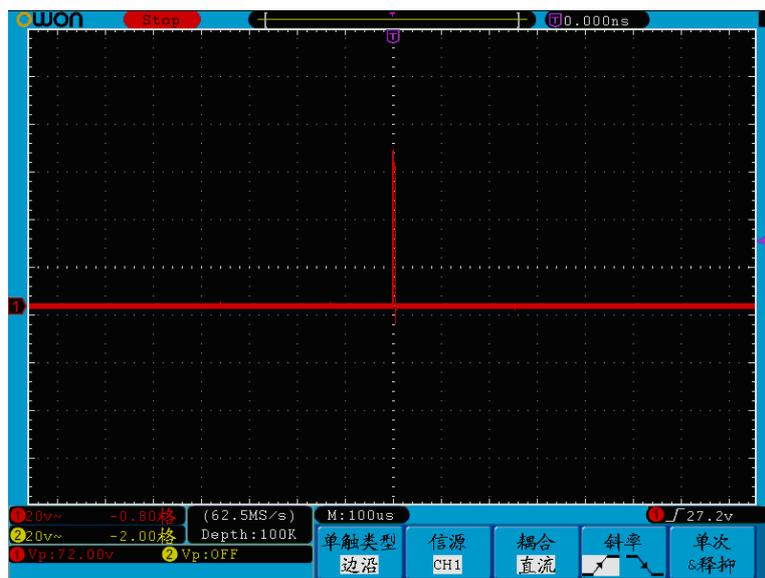

图6-3：捕捉单次信号
- (5) 按 F2 键，选择 峰值检测。
- (6) 按 触发菜单 按键，显示 触发 菜单。
- (7) 按 H1 键，显示 触发类型 菜单。
- (8) 按 F1 键，选择触发类型为 单触。
- (9) 旋转 通用 旋钮，选择触发模式为 边沿。
- (10) 按 H2 键，显示信源菜单。
- (11) 按 F1键，选择信源为 CH1。
- (12) 按 H3 键，显示耦合菜单；按 F2 键选择耦合为直流。
- (13) 按 H4 键，选择斜率为 （上升）。
- (14) 旋转 **触发电平** 旋钮，调整触发电平到被测信号的中值。
- (15) 若屏幕上方 **触发状态指示** 没有显示 **Ready**，则按下 **Run/Stop**（运行/停止）按键，启动获取。等待符合触发条件的信号出现。如果有某一信号达到设定的触发电平，即采样一次，显示在屏幕上。利用此功能可以轻易捕捉到偶然发生的事件，例如幅度较大的突发性毛刺：将触发电平设置到刚刚高于正常信号电平，按 **Run/Stop**（运行/停止）按键开始等待，则当毛刺生时，机器自动触发并把触发前后一段时间的波形记录下来。通过旋转面板上水平控制区域的 **水平位置** 旋钮，改变触发位置的水平位置可以得到不同长度的负延迟触发，便于观察毛刺发生之前的波形。见图 6-3。